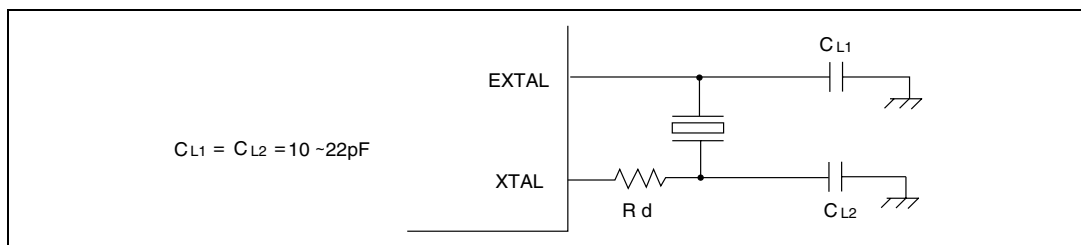

図 7.2 水晶発振子の接続例
図 7.2 に水晶発振子の接続方法を示します。ダンピング抵抗  $R_d$  は表 7.1 に示すものを使用してください。水晶発振子は、システムクロック (CK) と同じ周波数の、AT カット並列共振型のものを使用してください。また、図のように、負荷容量 ( $C_{L1}$ 、 $C_{L2}$ ) を必ず接続してください。